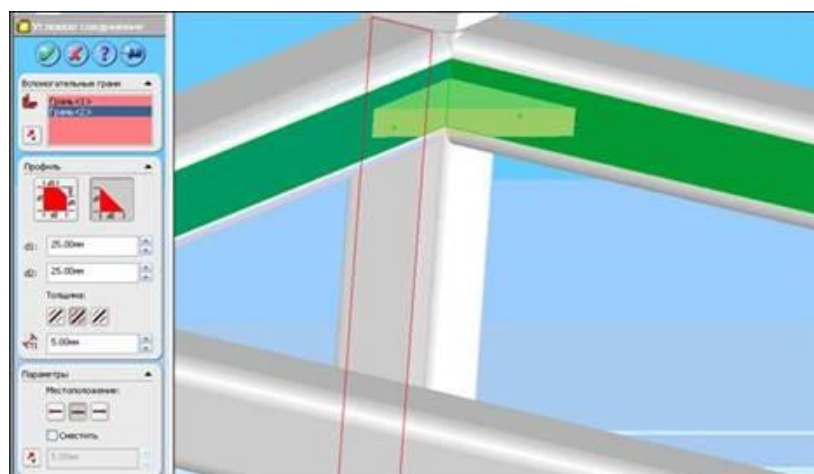

Рисунок 7.10 – Створення кутових з'єднань
1. Виділіть грані, зазначені на рис. 7.10, виберіть «Вставка> Зварювані деталі> Кутове з'єднання», вкажіть параметри, вказані на рис. 7.10. Розміри d_1 і d_2 проставте за своїм варіантом (див. табл. 7.1). Обробіть всі чотири кути (рис. 7.10).